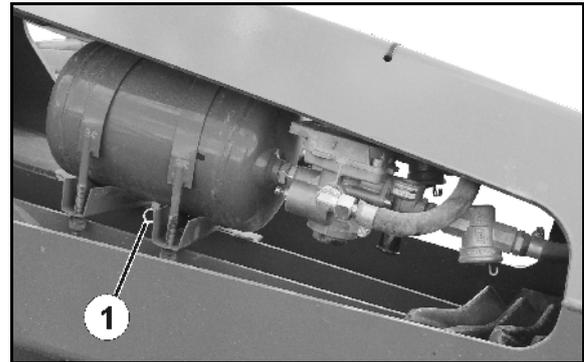

Fig. 72
1. Tirez la vanne de purge d'air (Fig. 72/1) vers le côté au-dessus de la bague jusqu'à ce qu'il n'y ait plus d'eau qui s'écoule du réservoir d'air.